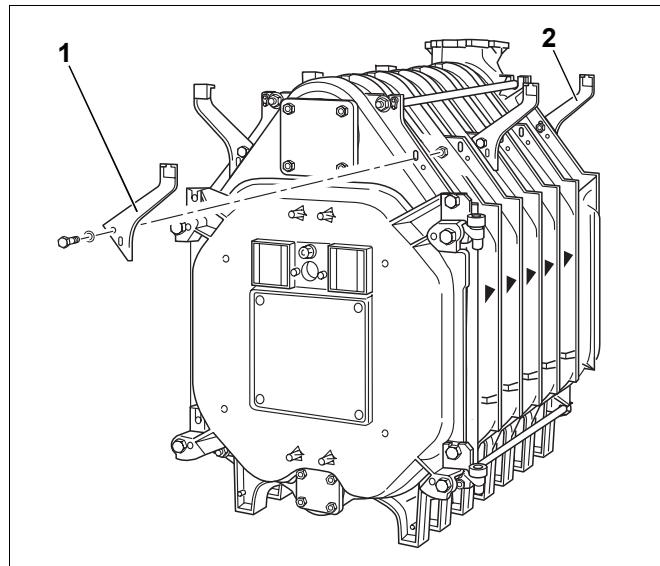

Fig. 36 Applicazione dei supporti
- ▶ Avvitare i supporti dell'elemento posteriore (fig. 36, [2]) alle alette procedendo dal lato posteriore.
- ▶ Avvitare i supporti dell'elemento anteriore e dell'elemento intermedio (fig. 36, [1]) solo dal lato anteriore.